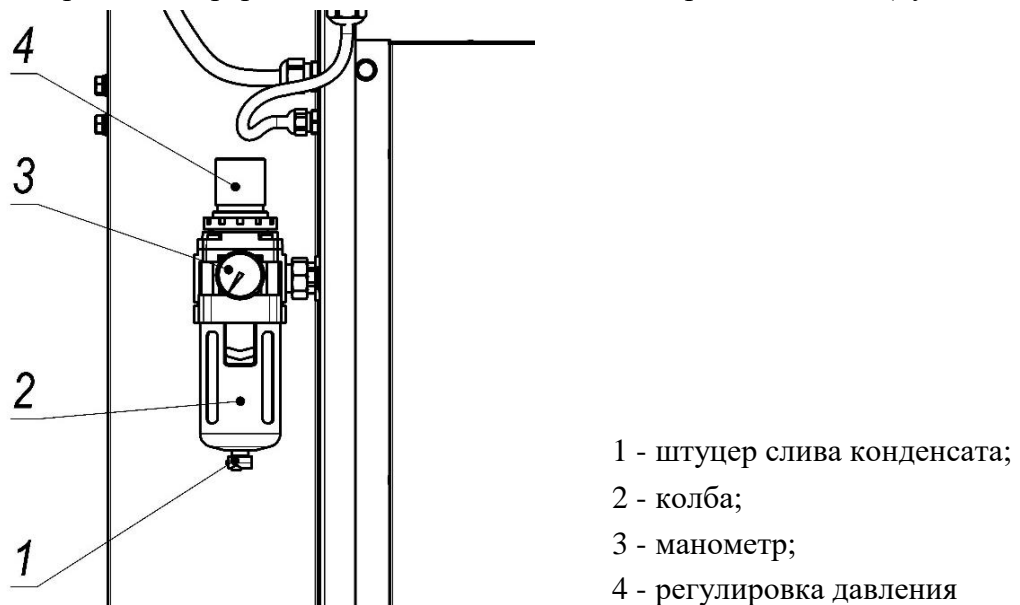

Рисунок 5
- для моделей без встроенного компрессора выполнить регулировку давления сжатого воздуха, его значение должно находиться в пределах 0,5 – 0,55 МПа (рисунок 5);